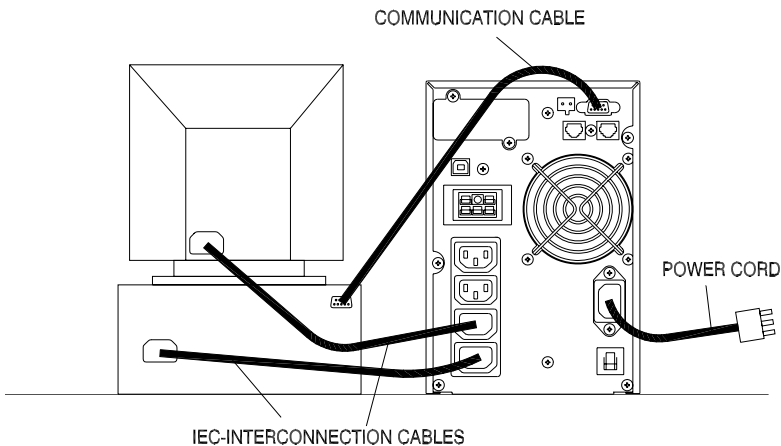

рис. 3. Пример подключения устройств Plug&Play
- По завершении зарядки подключите оборудование к ИБП, см. пример на **рис. 3**.